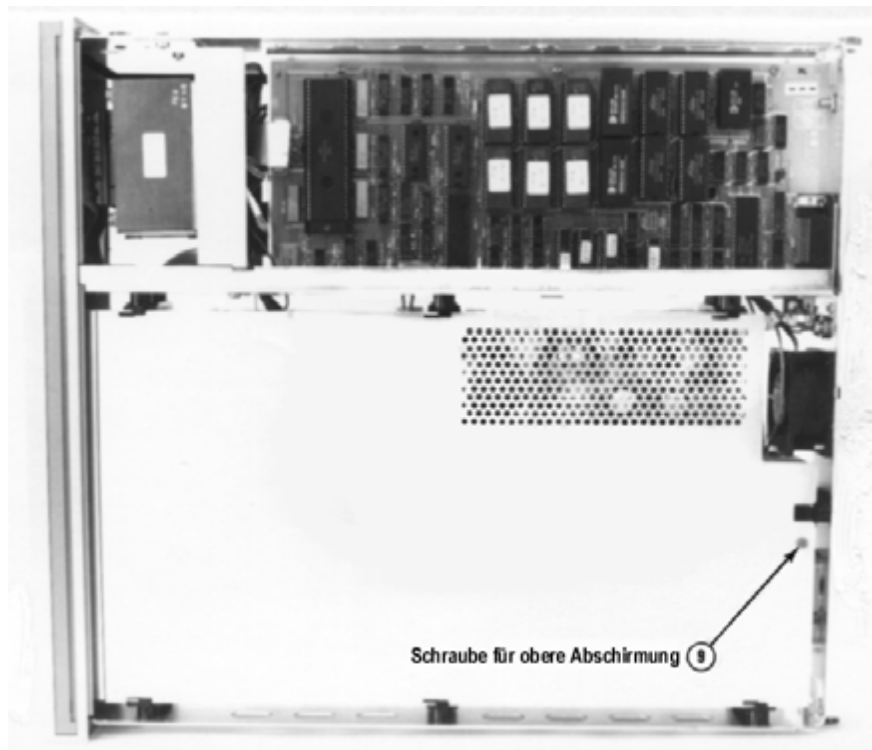

Abbildung C-7 Innenansicht des 3458, von oben
- 1 Siehe **Abbildung C-7**. Drehen Sie das 3458 um und legen Sie es mit der Unterseite auf den Tisch.
- 4** Siehe **Abbildung C-7**. Bringen Sie die obere Abdeckung wieder an. Richten Sie die Schlitzlöcher in der Abdeckung an den Haltetaschen aus. Drücken Sie dann die Abdeckung in Richtung Vorderseite des Geräts, bis das Loch für die Befestigungsschraube sich über dem Gewindeloch im Chassis befindet. Bringen Sie die Abdeckungs-Befestigungsschraube mit Hilfe des Inbusschlüssels #TX 10 wieder an.